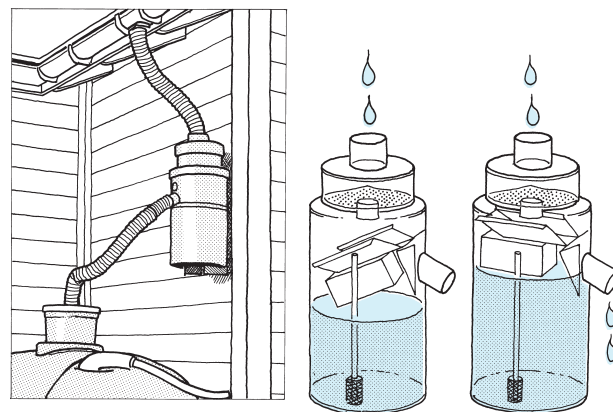

Fig. 241
- 241 *Renskylling av oppsamlingsflaten.* Etter lengre tørkeperioder og i blomstringstiden bør man lede den første regnskuren utenom cisternen, til oppsamlingsflaten er skyllet ren. Det fins spesielt utstyr som kan gjøre dette automatisk, se fig. 241.